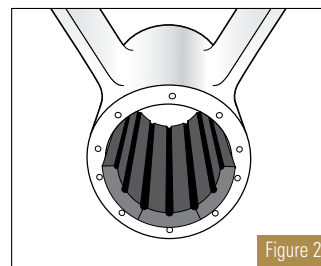

Figure 2
3. Introduisez les douelles en caoutchouc dans la moitié inférieure du corps de palier (vous remarquerez que les douelles sont plus longues que le corps de palier. Cela est normal.). Lubrifiez la surface de roulement des douelles ; reportez-vous à la section « remarque et avertissement ». (Figure 2)